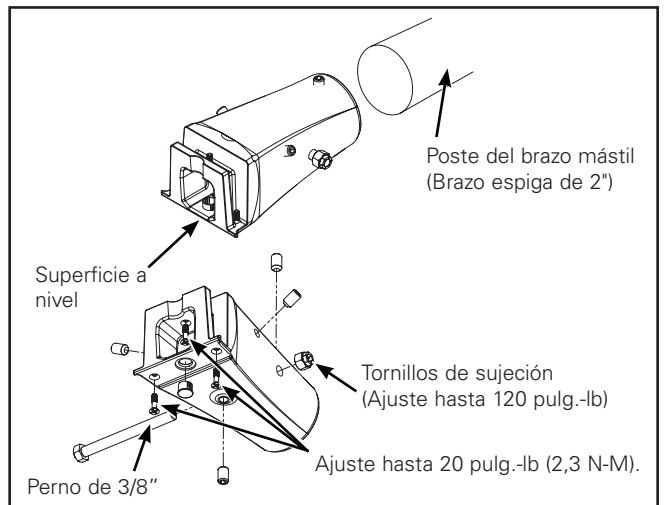
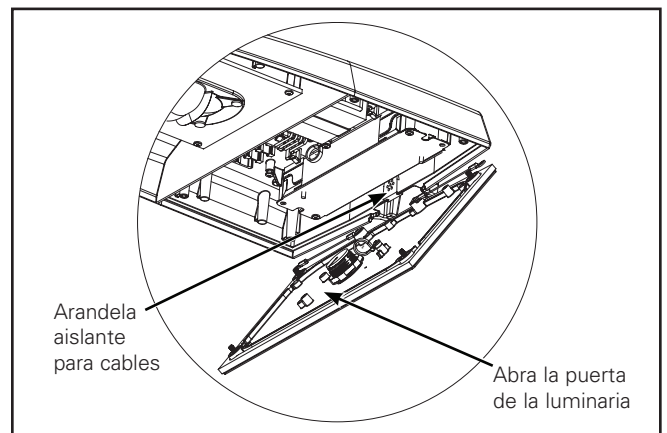

Figura 7.
Figura 8.
### Montaje en brazo del mástil (Figura 7. y Figura 8.)
- Asegure el adaptador del brazo mástil al brazo con los (4) tornillos de sujeción de 3/8-16 x 3/8". Nivele el adaptador del brazo del mástil mientras ajusta los tornillos de sujeción. Ejerza torsión a 120 pulg./lb.
- Abra la puerta de la luminaria aflojando los (4) tornillos Phillips (o las tuercas mariposa si estuvieran incluidas) de la puerta. (Figura 8.)
- Quite la arandela aislante en la parte trasera para los cables de la luminaria. (Figura 8.)
- Pliegue los cables de las luminarias y los cables del adaptador para brazo mástil para sacarlos del camino y deslice la luminaria sobre el adaptador para el brazo mástil. Ajuste los tres tornillos Phillips hasta 20 pulg. libras (2.3 N-M) e instale el tapón de plástico sobre el tornillo central. (Figura 7.)